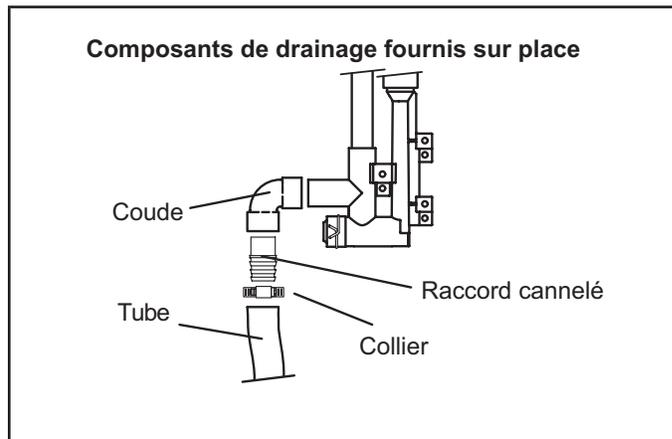

FIGURE 47
**REMARQUE** - Des tuyaux et des raccords cannelés de taille appropriée peuvent être utilisés pour la purge du condensat. Fixez le drain au purgeur avec un collier. Reportez-vous à FIGURE 47.